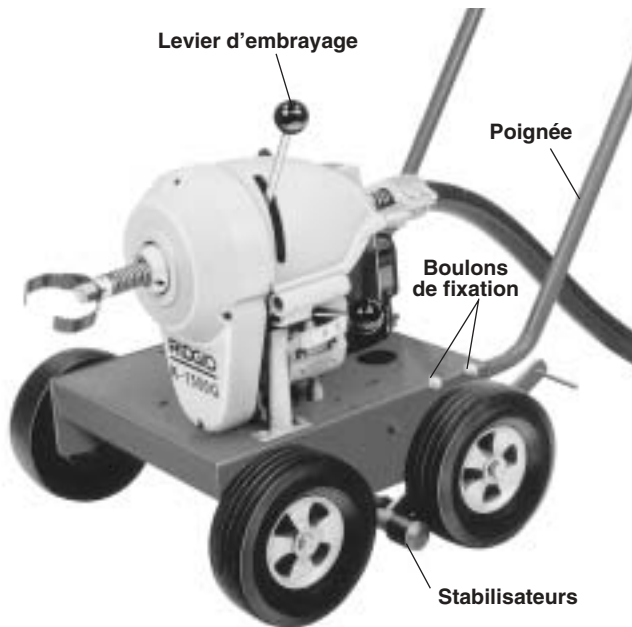

Figure 1 – Dégorgeoir K-1500G
1. Introduisez la poignée dans les logements prévus dans l'embase, puis fixez-la à l'aide des quatre boulons Ø 3/8" fournis (Figure 1).
- Déployez les stabilisateurs afin de stabiliser la machine (Figure 1).